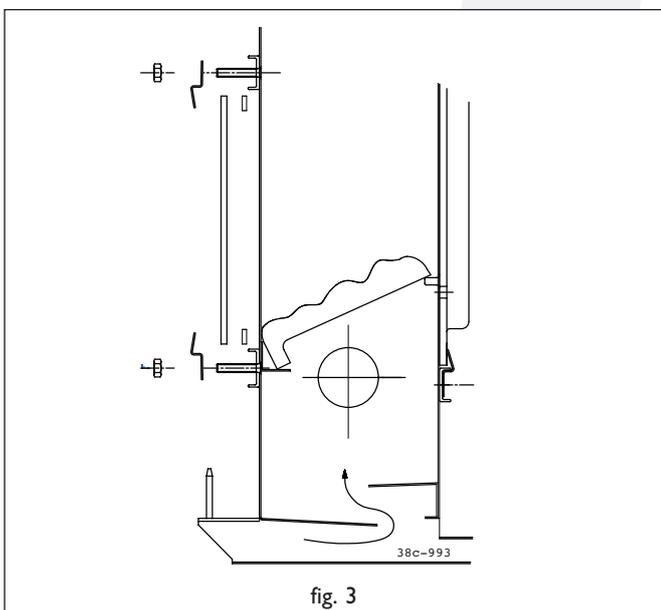

fig. 3
- Die Glühkohlen gleichmässig verteilen auf die Gerippe im Brennkammer (fig. 3).
## Montieren des Thermostatfühler (fig. 3)